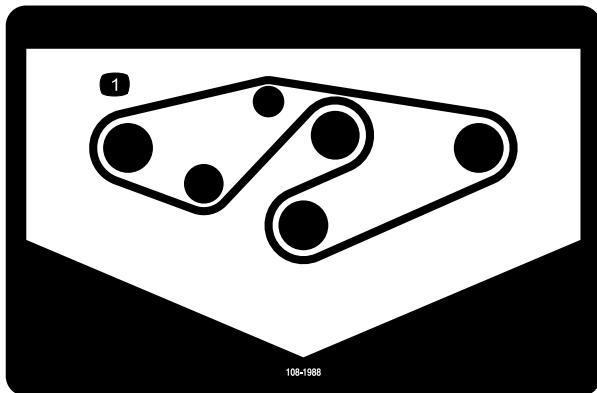

Figura 35
- Montate la nuova cinghia attorno alle pulegge del fusello e alla puleggia tendicinghia, come illustrato in Figura 35.